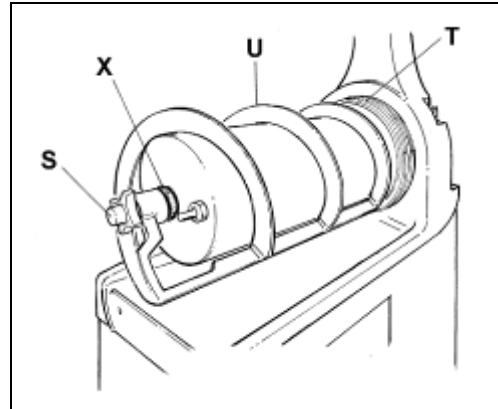

Fig. 5
- **S**vitare il pomello di fissaggio S in senso orario (filettatura sinistra) e procedere all'estrazione del gruppo di miscelazione U e delle guarnizioni di tenuta X e T (vedi fig.5).
- Procedere al rimontaggio del gruppo di miscelazione (fig.5) attenendosi alle seguenti operazioni: